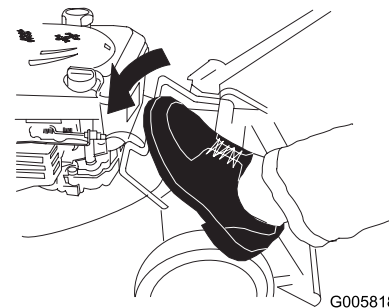

Figure 45
- Appuyez sur le levier de déblocage du guidon avec le pied (Figure 45).